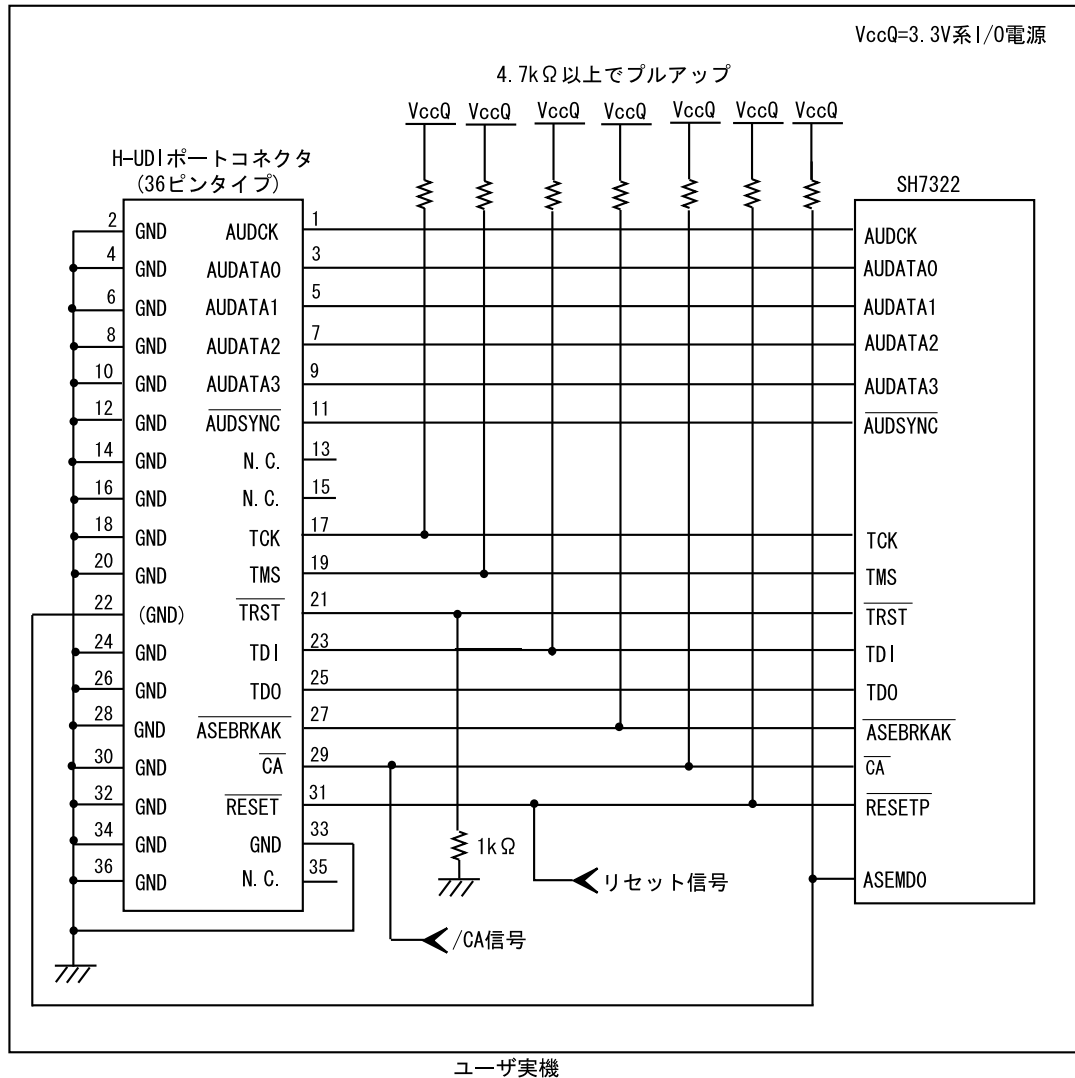

図 1.4 E10A-USB 使用時の H-UDI ポートコネクタ - チップ間の接続例
E10A-USB エミュレータ使用時の H-UDI+AUD ポートコネクタ(36 ピンタイプ)とチップ間の推奨接続例を図 1.3、UVCC 未接続時の接続例を図 1.4 に示します。
9. E10A-USB エミュレータのスイッチ(SW2=0,SW3=0 側)を切り替えることにより 29pin を /CA 端子として使用することができます。本設定では、UVCC 端子にユーザ電源を供給できませんので、ユーザインタフェースの I/O 電圧は 3.3V 固定となります。このとき、15pin は N.C.(オープン)としてください。(図 1.4 参照)
- 図 1.4 接続例で回路を組んだ場合の E10A-USB エミュレータのスイッチ設定：SW2=0, SW3=0 スイッチ設定の詳細は、「SuperH™ファミリ用 E10A-USB エミュレータユーザズマニュアル デバッグ編 3.8 章 DIP スイッチの設定」を参照してください。